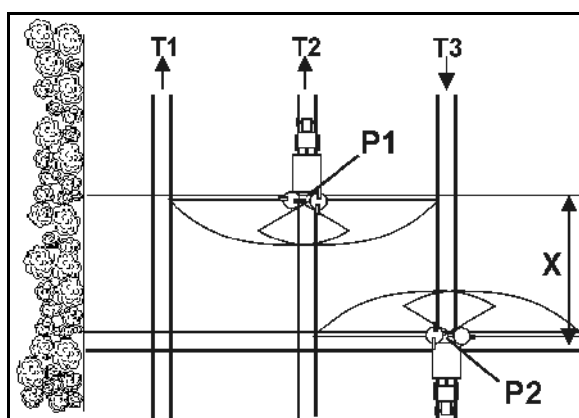

Рис. 71
- Откройте запорные заслонки при въезде на технологическую колею в точке Р1 (Рис. 71), если распределяющие диски при прохождении участка Х технологической колеи разворотной полосы были сняты.
- Закройте заслонку перед выездом с технологической колеи в точке Р2 (Рис. 71), если распределяющие диски находятся на уровне первой технологической колеи разворотной полосы.